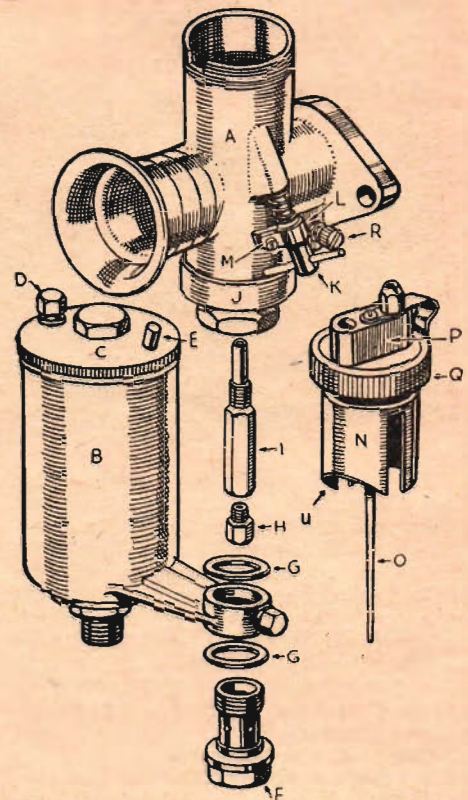

Fig. 21. Amal förgasare, standardtyp.
1) Tomgångsskruv. Detta är en liten skruv (se fig. 21 och 22) som reglerar bränsleblandningens styrka vid tomgång. Å standard- och speedwayförgasarna reglerar denna skruv lufttillförseln vid tomgången och vrids därför motsols för att ge magrare blandning, medsols för rikare.
Observera. Förblanda ej tomgångsskruv R (se fig. 21) med trottelstoppsskruv K. Den senare finns endast å standardförgasaren och avser att hindra